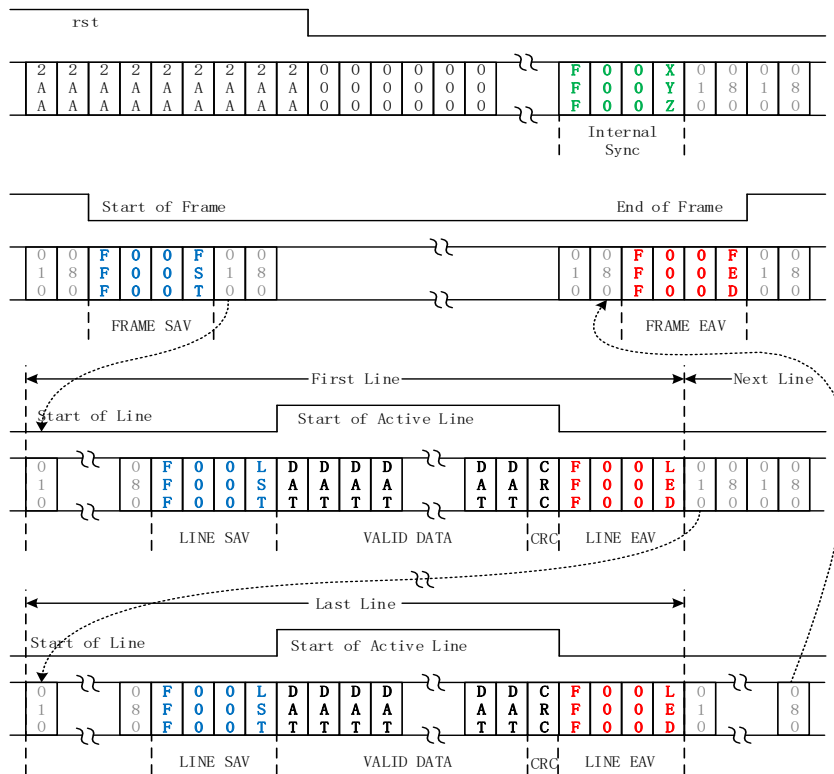

图 1-14 LVDS Mode A 数据结构示意图 (10bit/1 lane 为例)
1) Mode A 模式时，输出数据插入帧同步、输出数据插入帧同步、行同步信号。其数据结构如图 1-14 所示 (以 10bit、1 个 lane 为例)。其中，Internal Sync 编码是数据字节有效同步码，但一般用 h'010 及 h'080 判断字节同步 (双字码同步更精确)；行同步信号。Frame Sav 为帧开始编码；Frame Eav 为帧结束编码；Line Sav 为行开始编码；Line Eav 为行结束编码。相应的编码如下表所示，分别对应 8bit/10bit 情况。需要注意的是，当数据为 10bit 时，默认情况下高八位包含编码信息。当 1/2 个 lane 传输数据时，在 Line Eav 之前，每个 data lane 还包括一个 CRC 校验码；4 个 lane 传输时，在 Line Eav 之前，无 CRC 校验码。